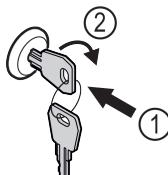

Fig. 183
- 按入钥匙。Fig. 183 (1)
- 将钥匙顺时针转动 90°。Fig. 183 (2)